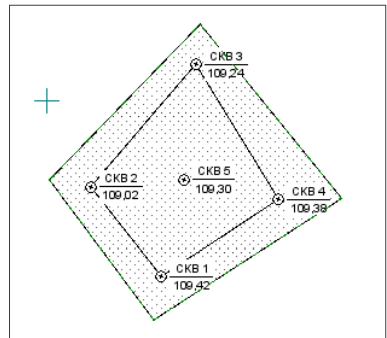

Рис. 10.2
- Создайте геологический разрез, захватывая скважины СКВ1, СКВ2, СКВ3, СКВ4, СКВ5 (рис. 10.2). Для завершения построения разреза нажмите кнопку **Последний элемент построения**  и закройте полилинию.